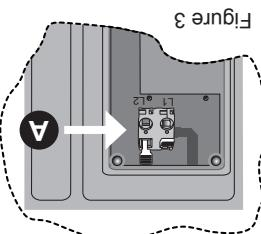

Figure 3
4. Vous remarquerez que le soulèvement du levier ouvre la fenêtre pour le fil d'alimentation, Figure 3. Insérez le fil d'alimentation dans la fenêtre A, comme dans l'illustration fixez le fil en place. Tirez doucement sur le fil après l'installation pour vérifier qu'il est fixe solidement sur la borne.